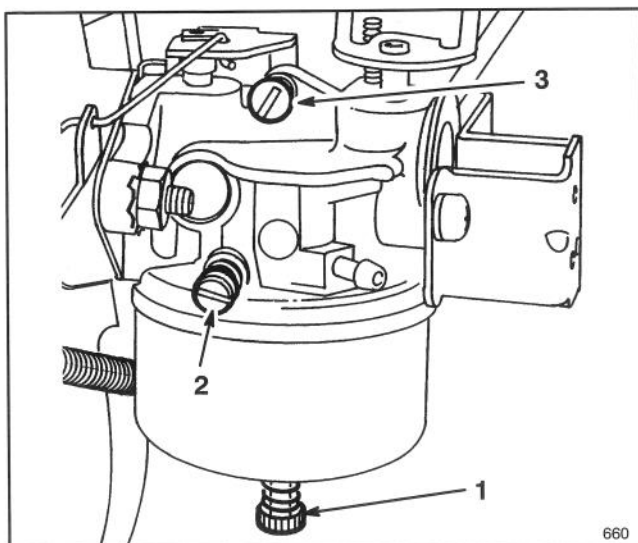

Figure 30
2. Vis de réglage de la puissance (Fig. 30) – Fermez la vis en la vissant délicatement à droite jusqu'à ce que vous sentiez une légère résistance quand le pointeau touchera son siège. Ramenez alors la vis d'un tour complet de 360° en tournant à gauche.
3. Vis de réglage du mélange de ralenti (Fig. 30) – Fermez la vis en la tournant délicatement à droite jusqu'à ce que vous sentiez une légère résistance quand le pointeau touchera son siège. Ramenez alors la vis de 1-1/2 tour complet en tournant à gauche.
5. Serrez la vis de réglage de puissance (Fig. 30) en tournant à droite de 1/8 tour à la fois, jusqu'à ce que le moteur ait des ratés à cause de la pauvreté du mélange d'essence. Tournez alors la vis à gauche de 1/8 tour à la fois jusqu'à ce que le moteur tourne de façon irrégulière par suite de mélange d'essence trop riche. Ramenez alors la vis à mi-chemin entre les deux points de mélange trop riche et de mélange trop pauvre pour que le moteur tourne en douceur.
6. Ramenez la commande des gaz à la vitesse de ralenti. Serrez alors la vis de réglage de vitesse de ralenti (Fig. 30) jusqu'à ce que le moteur tourne au ralenti accéléré, soit environ 1750 tours/minute.
7. Serrez la vis de réglage du mélange de ralenti (Fig. 30) en tournant à droite de 1/8 tour à la fois jusqu'à ce que le moteur ait des ratés à cause de la pauvreté du mélange d'essence. Desserrez alors la vis en tournant à gauche 1/8 tour à la fois jusqu'à ce que le moteur commence à marcher de façon irrégulière à cause du mélange d'essence trop riche. Ramenez alors la vis de mélange de ralenti à mi-chemin entre les deux points de mélange trop riche et de mélange trop pauvre.
8. Ramenez alors le réglage de la vitesse de ralenti (Fig. 30) jusqu'à ce que le moteur tourne au ralenti à 1750 tours/minute.